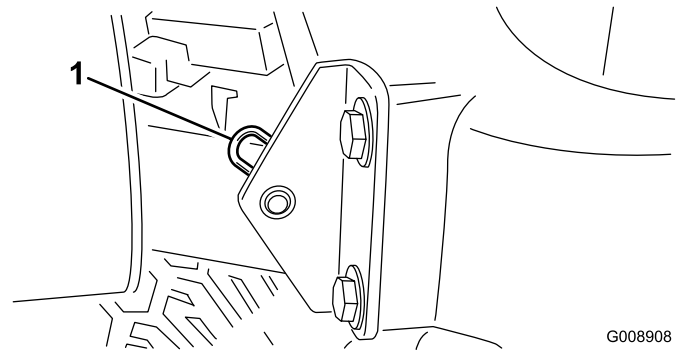

Figura 43
2. Togliete la coppiglia che fissa il perno del cofano alle staffe di montaggio (Figura 43).